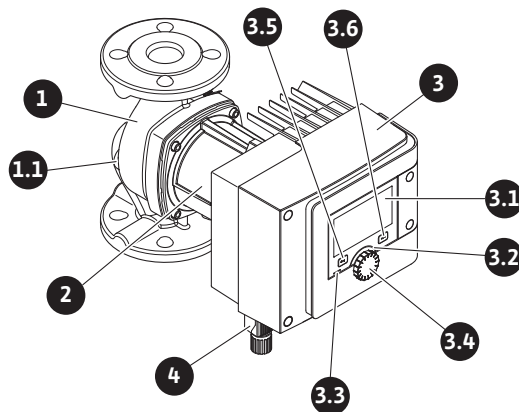

Fig. 1: Aperçu d'une pompe simple
Un module de régulation (Fig. 1/2, pos. 3), situé sur le carter de moteur, permet de régler la pompe et d'établir les interfaces. Selon l'application ou la fonction de régulation sélectionnée, la régulation concernera la vitesse de rotation, la pression différentielle, la température ou le débit.